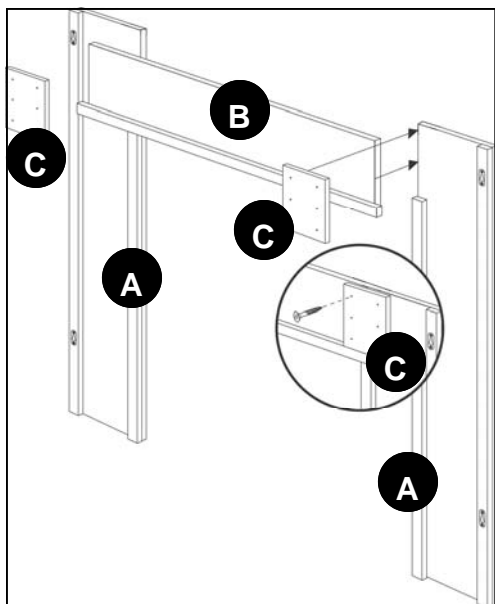

Fig. 3
Fixez les blocs d'assemblage (C) à l'aide des vis à bois (AA) de façon à joindre les piliers (A) et la Façade (B), tel que l'illustre la figure 3 :